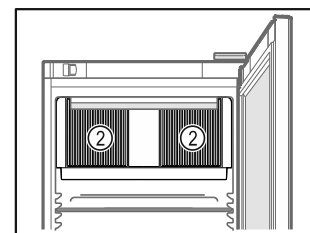

Fig. 31
- ❑ Se till att inte blockera ventilationsgallren *Fig. 31 (2)* för fläkten inne i skåpet.